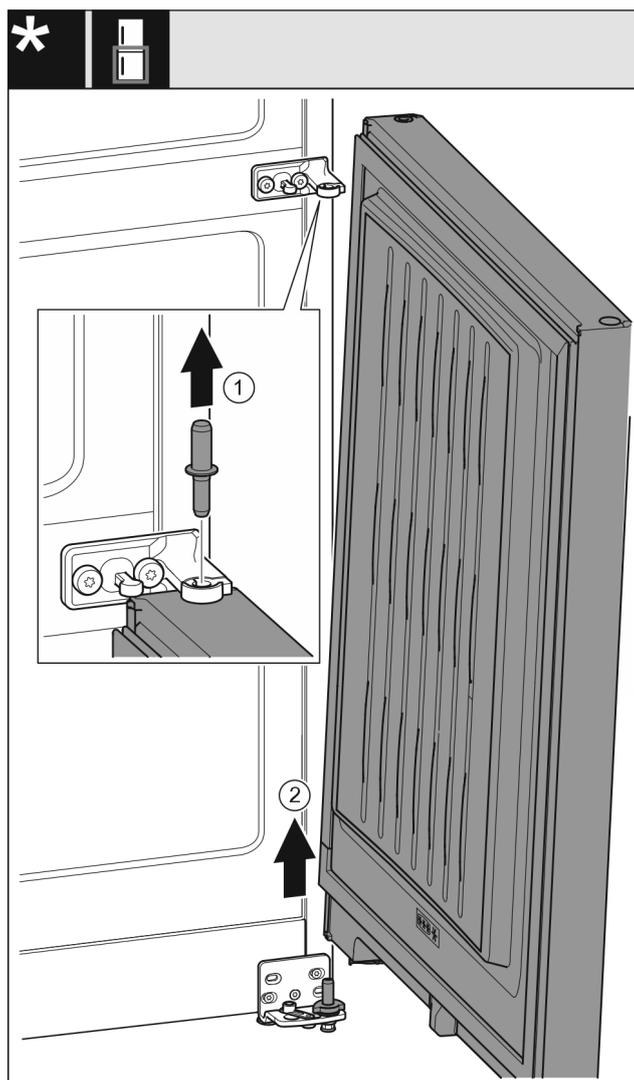

Fig. 9
- ▶ Retirer l'axe Fig. 9 (1) par le haut.
- ▶ Faire pivoter la porte Fig. 9 (2) vers l'extérieur, la retirer par le haut et la mettre de côté.